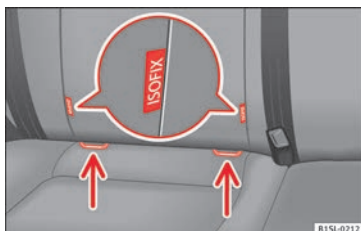

Fig. 21 No banco do veículo: variantes de identificação dos pontos de fixação inferiores para cadeiras para criança.
- Tenha em conta as instruções do fabricante ao montar e desmontar a cadeira de criança » ❶.
- Encaixe a cadeira de criança nos anéis de fixação » Fig. 21, no sentido da seta. A cadeira de criança deve encaixar de forma segura e audível.
- Coloque a cadeira de criança sobre o assento e enganche os ganchos dos cintos de fixação nos anéis de fixação » Fig. 21.